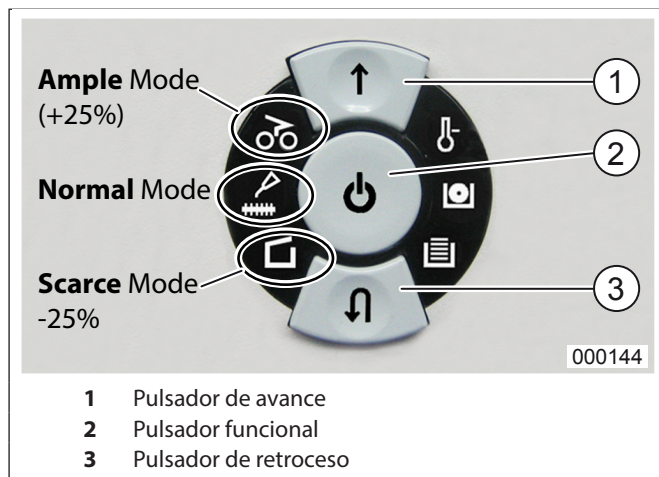

Fig.5 Modificación del caudal de aceite
- Mantenga accionados a la vez el pulsador de avance (Fig. 5/1) y el de retroceso (Fig. 5/3).
- Pulse y vuelva a soltar también el pulsador de función (Fig. 5/2).
- Accione **dos veces** el pulsador de avance (Fig. 5/1).
- Accione repetidamente el pulsador de función (Fig. 5/2) hasta que se ilumine el nivel del caudal de aceite deseado (Fig. 5).
Si desea continuar con el triturado, vuelva a encender la máquina: Accione brevemente el pulsador funcional (Fig. 5/2).